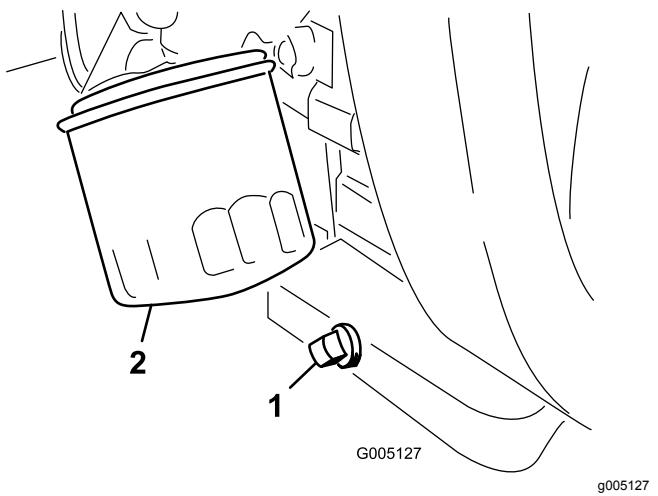

Figura 43
1. Retire o tampão de escoamento (Figura 43) e deixe o óleo escorrer para um recipiente adequado.
2. Limpe os roscados do tampão de escoamento, aplique vedante PTFE e coloque o tampão de escoamento (Figura 43).
3. Retire o filtro do óleo (Figura 43).